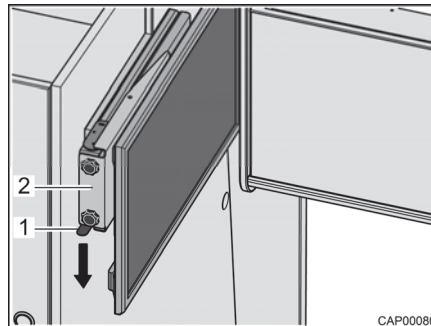

Fig. 94 Base estraibile con schermo piatto
- Premere verso il basso la molla d'arresto (Fig. 94,1) ed estrarre orizzontalmente la base estraibile (Fig. 94,2) con lo schermo piatto in direzione del centro del veicolo.
- Spingere orizzontalmente verso l'interno la base estraibile (Fig. 94,2) con lo schermo piatto fino all'arresto. La molla d'arresto (Fig. 94,1) scatta in posizione.